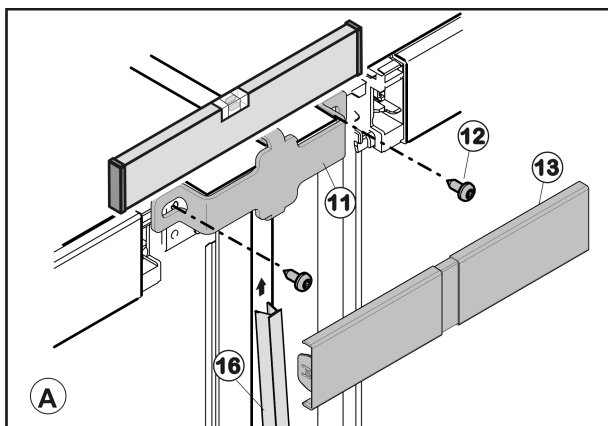

Fig. 46
- Fije la pieza de unión Fig. 46 (11) superior con los dos tornillos Fig. 46 (12). Dado el caso, grabe los agujeros de tornillo o utilice un destornillador de batería.
- Sujete el panel de protección Fig. 46 (13).
- Monte el burlete Fig. 46 (16), desplácelo un poco bajo la cubierta superior Fig. 46 (13) y, después, presione hacia abajo para introducirlo en la ranura.